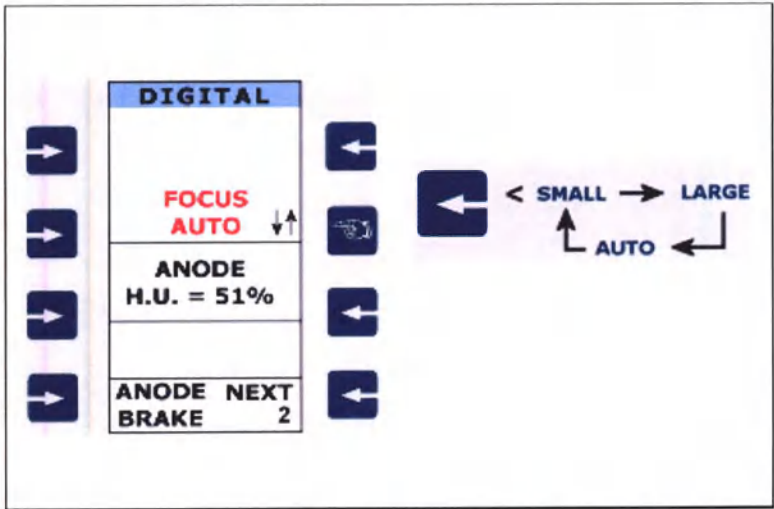

Рисунок 1.22 - Выбор фокусного пятна
- нажать клавишу NEXT на графическом экране до тех пор, пока меню выбора фокусного пятна не отобразится на дисплее (рисунок 1.22);